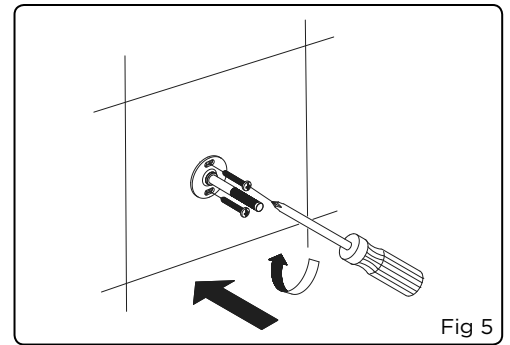

Fig 5
5. Secure post with mounting screws provided (Fig 5).
5. Fixer le poteau à l'aide des vis fournies (fig. 5).
5. Atornille el montante con los tornillos que se incluyen (fig. 5).